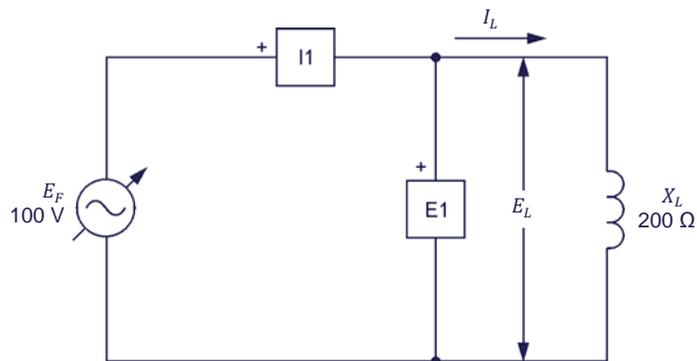

Figura 3-6. Circuito ca con un inductor y configurado para realizar mediciones de potencia.
22. Monte el circuito mostrado en la figura 3-6.